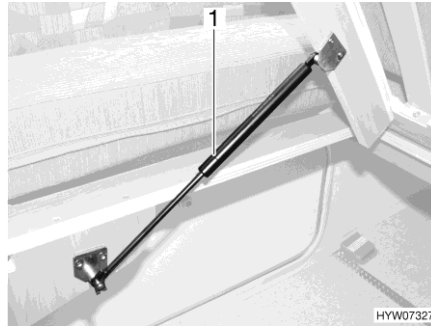

Fig. 91 Cama fija
- Levantar el somier. Los resortes por presión de gas (Fig. 91,1) retienen el somier en la posición abierta.